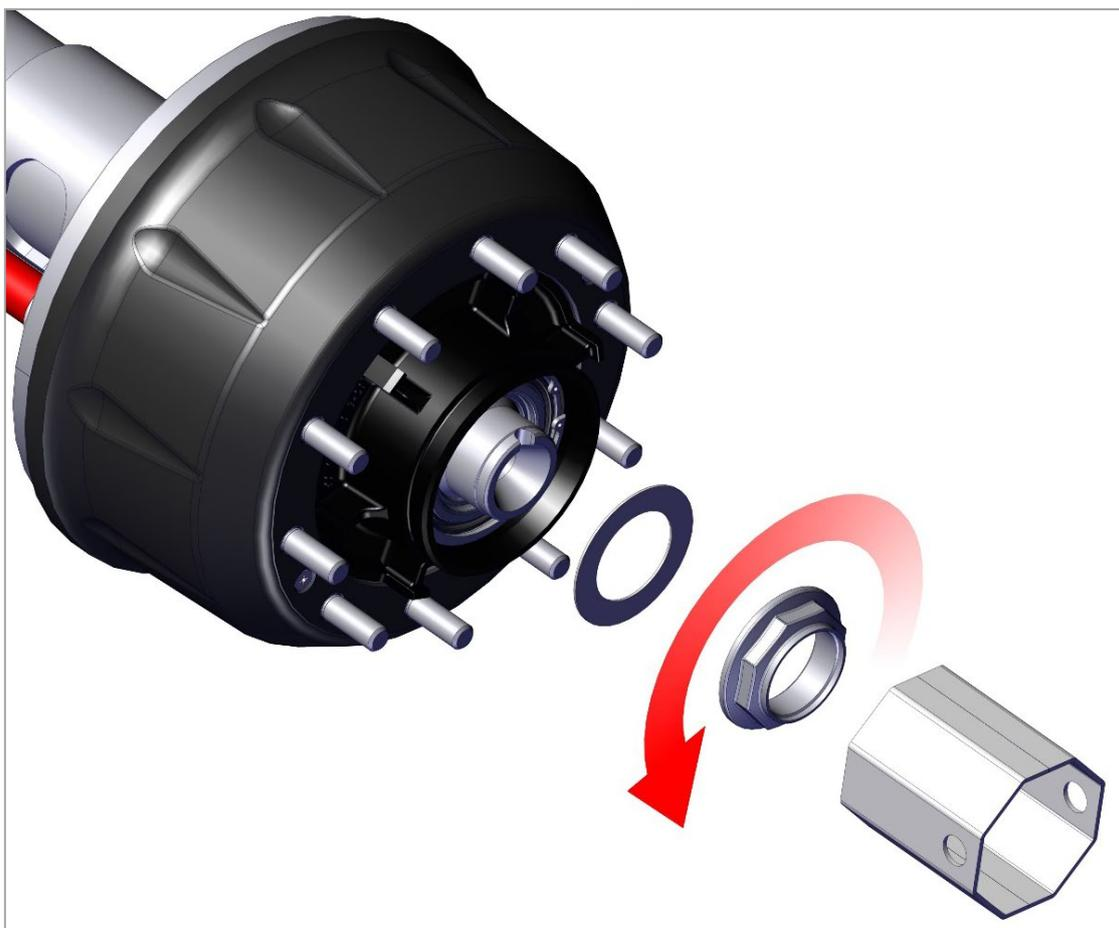

Рис. 4.1 Снятие гайки подшипников.
2) Отверните гайку подшипников ступицы и снимите упорную шайбу (Рис. 4.1). Убедитесь в том, что тормоза отпущены;